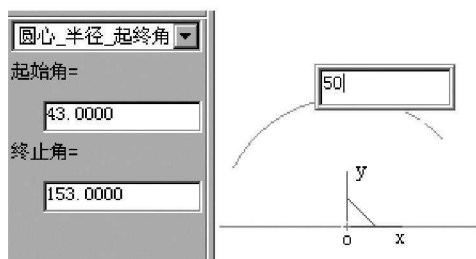

图 2-4
(3) 单击“圆弧”图标, 选择“圆心_半径_起终角”→输入“起始角”43→输入“终止角”153→按回车键。
(4) 按回车键→输入“圆心坐标”(0, 0, 0)→按回车键→输入“半径”50→按回车键→右击结束, 结果如图 2-4 所示。